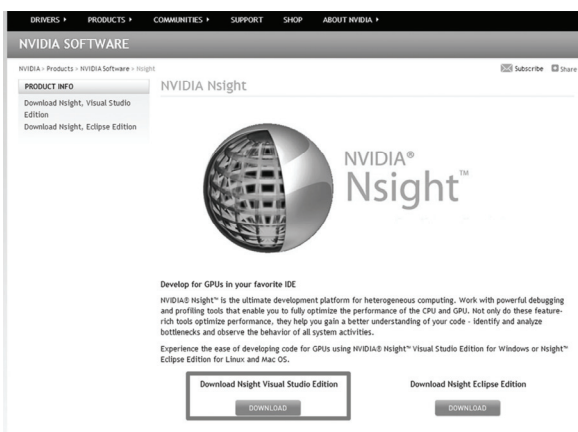

图 B.1 NVIDIA Nsight 网站。选择 Download Nsight Visual Studio Edition for Visual Studio
1. 访问 NVIDIA Nsight (<http://www.nvidia.com/object/nsight.html>) 进行用户注册, 会看到图 B.1 中的屏幕。